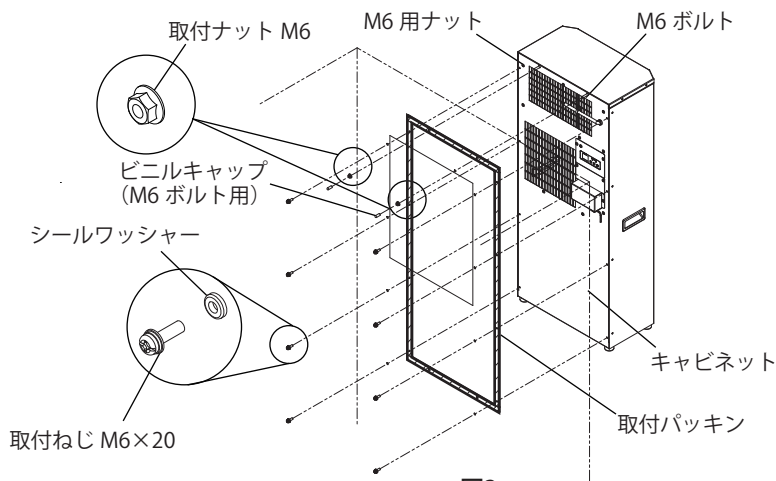

図3
2. 本製品の外形形状および M6 用ナット、M6 ボルトに合わせ付属のパッキンを貼り付けてください。（図 3）